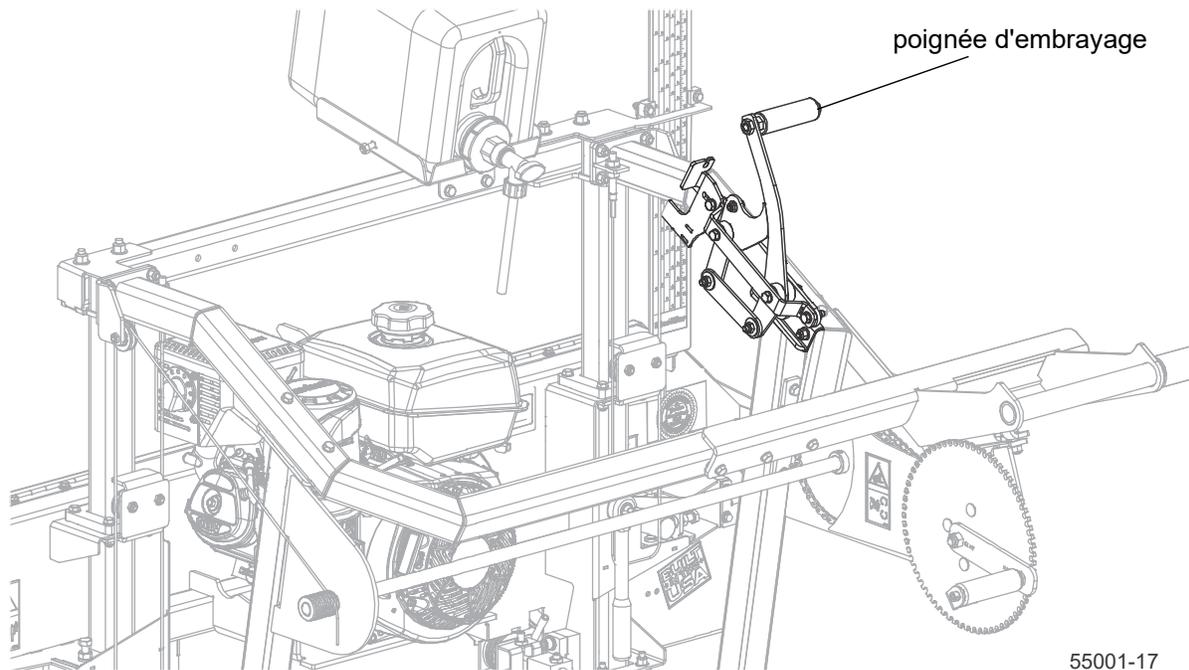

FIG. 5-4
6. Engagez la poignée d'embrayage en la tirant vers vous comme indiqué sur la fig. 5-4 .